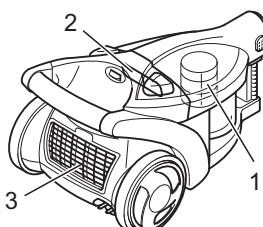

Abb. 19
- **Lamellen-Zentralfilter (Abb. 19/1)**
- **Motor-Schutzfilter (Abb. 19/2)**
- **Hygiene-Ausblasfilter (Abb. 19/3)**